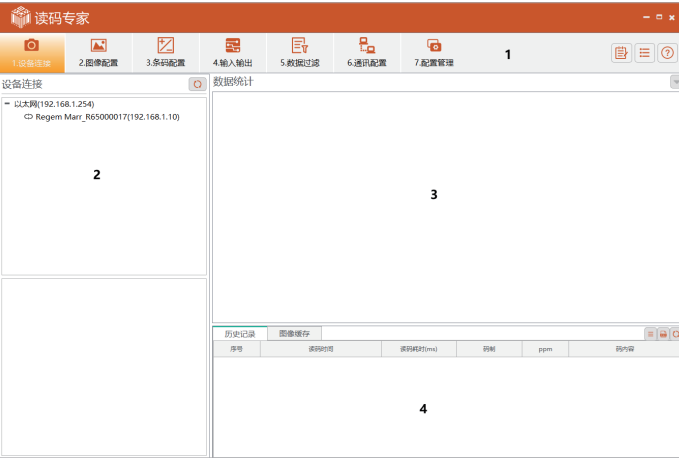

图 2-4 设定软件主界面
1、设定软件主界面介绍如图 2-4 所示, 各功能模块介绍详情见表 2-1。